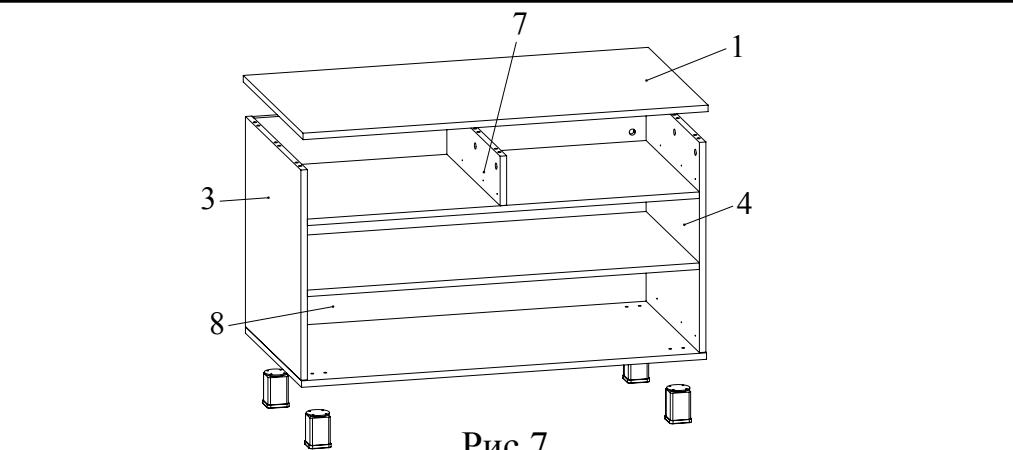

Рис.7
- Прикрепить при помощи конфирматов опоры регулируемые ко дну 2 (Рис. 7).
- Установить крышку 1 на боковины 3, 4, заднюю стенку 8 и перегородку 7 и зафиксировать, повернув конфирматным ключом головки минификсов по часовой стрелке до упора (Рис. 7).